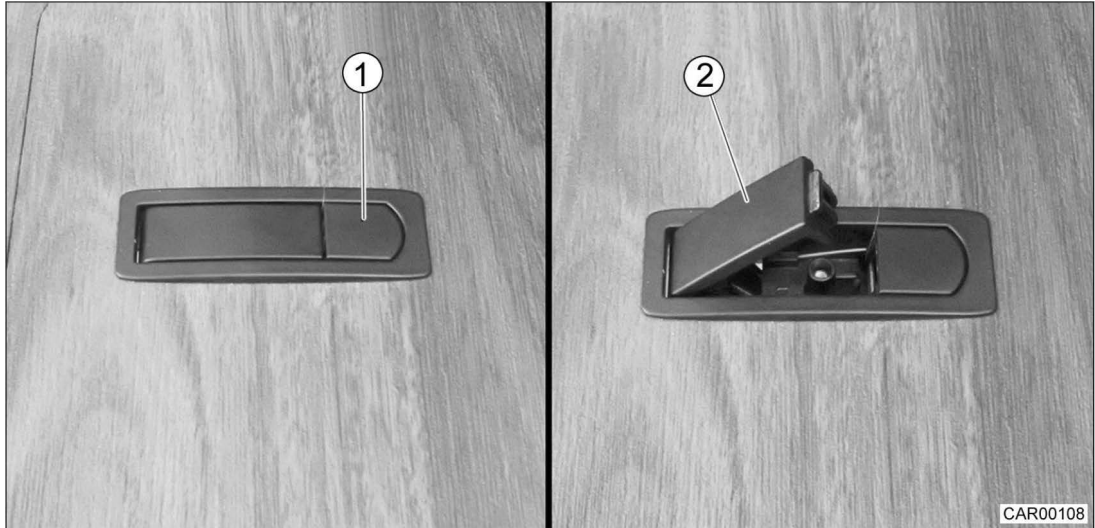

Fig. 102 Fermeture à levier du rangement profondément décaissé
1. Appuyer sur le bouton de déverrouillage (Fig. 102/1). Le levier à poignée (Fig. 102/2) s'ouvre.
1. Fermer la trappe et enfoncer le levier à poignée (Fig. 102/2) avec la main ou le pied jusqu'à ce qu'il encliquette.